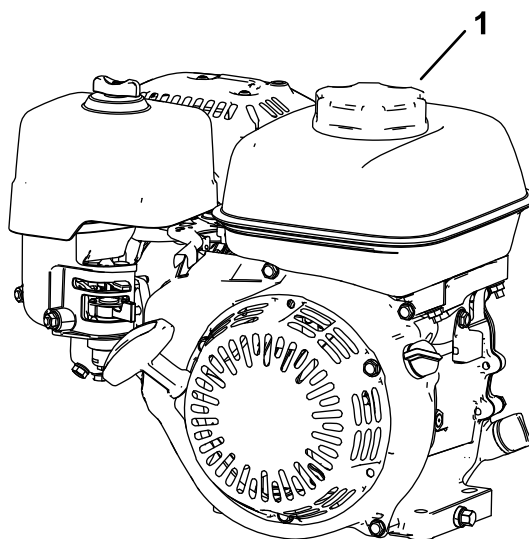

Bild 17
1. Reinigen Sie den Bereich um den Tankdeckel und nehmen den Deckel ab (Bild 17). Füllen Sie den Kraftstofftank bis zur Unterseite des Einfüllstutzens, siehe *Betriebsanleitung* Ihres Motors.